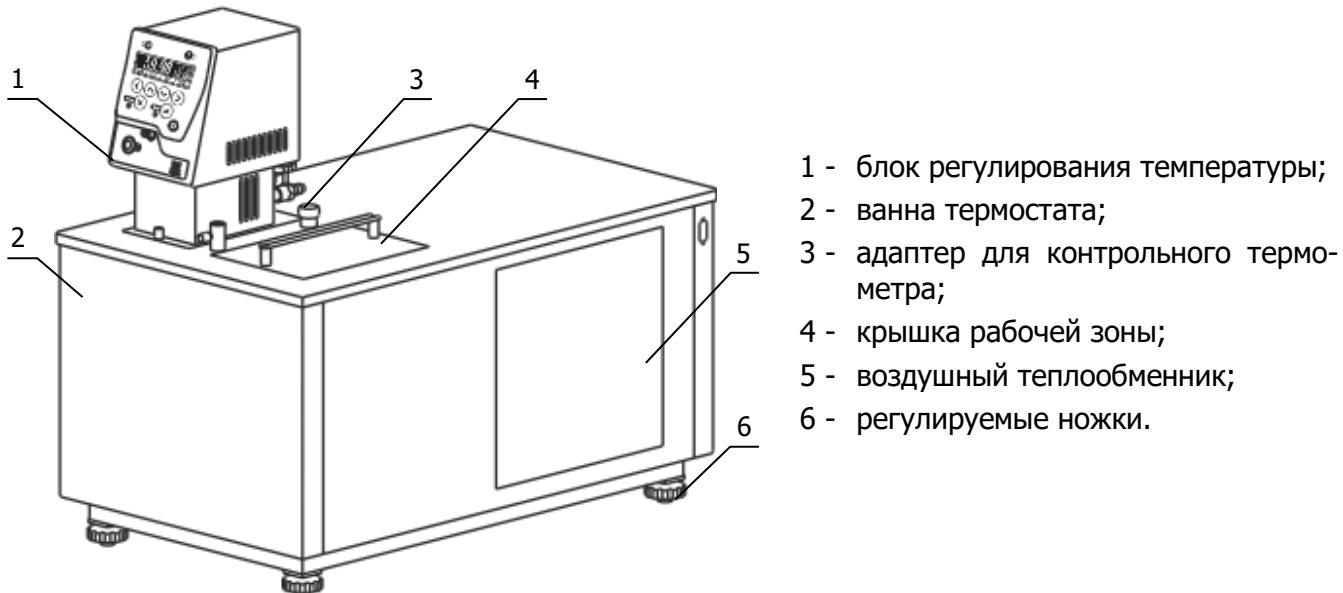

Рисунок 1 — Внешний вид термостата
**2.2.2** Установить ванну термостата на горизонтальную поверхность. Добраться горизонтального положения крышки ванны вращением ножек 6 (рисунок 1).
- использовать крышку 3 (рисунок 1), ограничивающую доступ воздуха к поверхности теплоносителя;
- при помощи пылесоса тщательно очистить от пыли черную оребренную поверхность воздушного теплообменника 5 (рисунок 1);